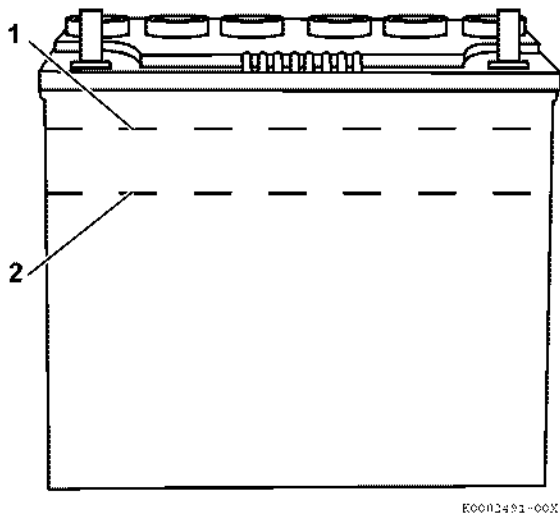

Рис. 38
6. Аккуратно залейте электролит в аккумулятор до указателя верхнего уровня (Рис. 38, (1)).
8. После этого, если необходимо, долейте электролит, так чтобы аккумулятор был наполнен до верхнего уровня (Рис. 38, (1)). Уровень электролита в аккумуляторе не должен быть меньше нижнего уровня (Рис. 38, (2)).